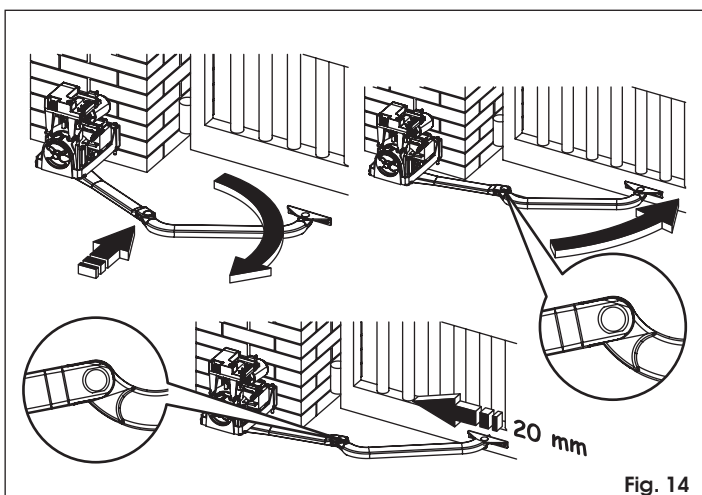

Fig. 14
8. Aligner les bras qu'on vient d'assembler en les poussant vers la zone centrale jusqu'à leur arrêt, voir Fig. 14 réf. ①.
9. Poser la patte antérieure contre le vantail, Fig. 14 réf. ②.
10. Faire reculer d'environ 20 mm la patte antérieure et marquer les trous de fixation, Fig. 14 réf. ③.
12. Actionner manuellement le vantail et vérifier que lorsqu'il est en position de fermeture, les deux bras ne se heurtent pas, d'après la Fig. 14 réf. ②.